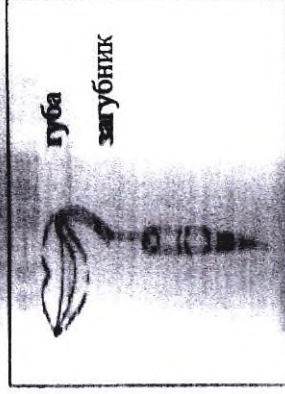

图 22
- 使用钳夹夹住根管锉（参见图 22）。当距离根尖孔小于 2mm 时，发出连续的声音信号。